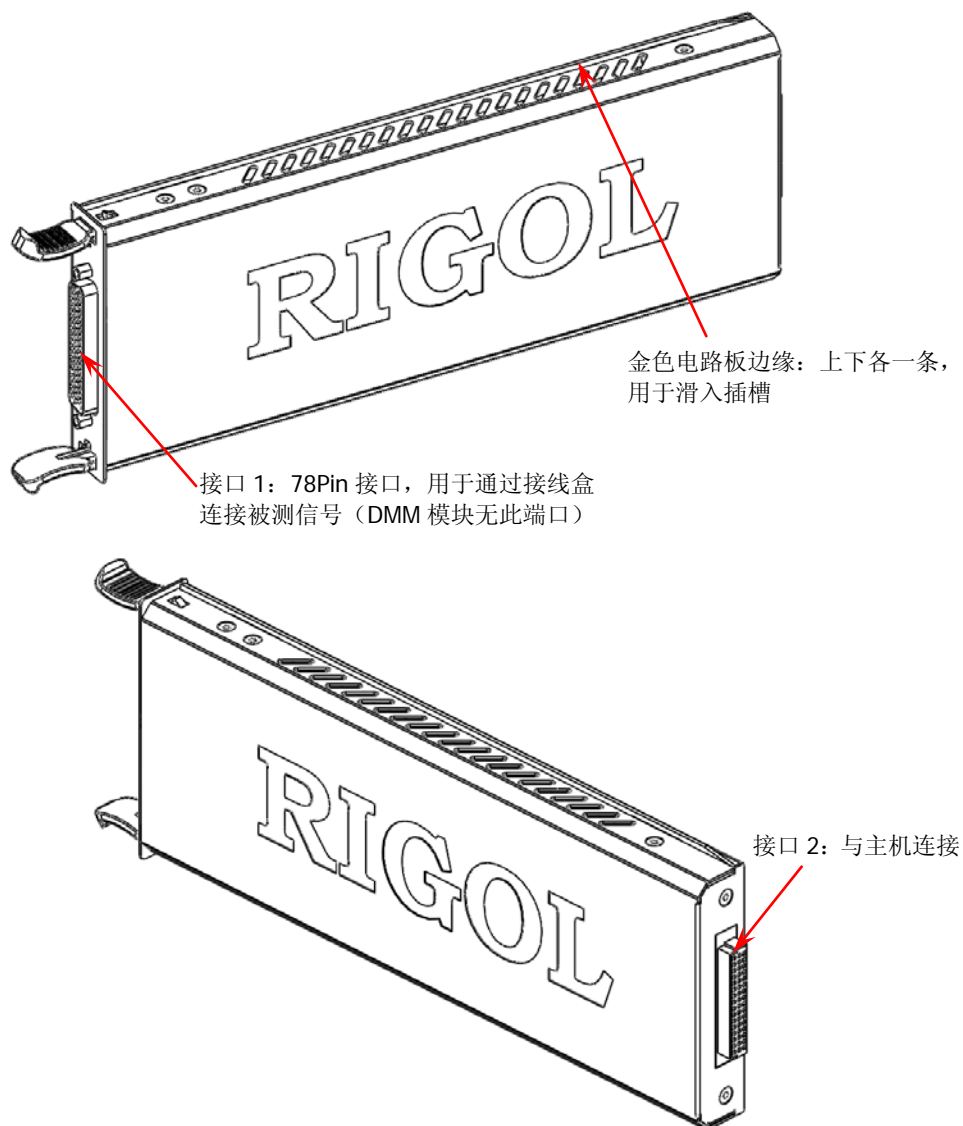

图 1 模块外观图
3. 将接线盒与模块上的接口 1（即 78Pin 接口，接口定义见图 1）对接，旋紧两个螺杆使之与模块上的螺母紧固。
- 将已连接接线盒的模块插入主机插槽。如图 1，模块上下各有一条外露的金色电路板边缘。将这两条边缘对准主机插槽内的滑槽后推入，听到“咔嗒”的声音表明已插入到位。此时，接口 2（接口定义见图 1）已与主机连接。
DMM 模块如下图所示，该模块没有接口 1（即 78Pin 接口，接口定义见图 1）。